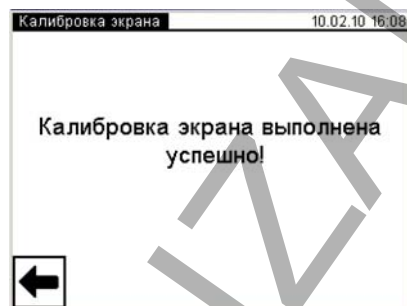

Рисунок 6.8
- 3) Выполнить поочередно появляющиеся директивы. В заключение на экране появится окно с сообщением "Калибровка экрана выполнена успешно!" (рисунок 6.8).